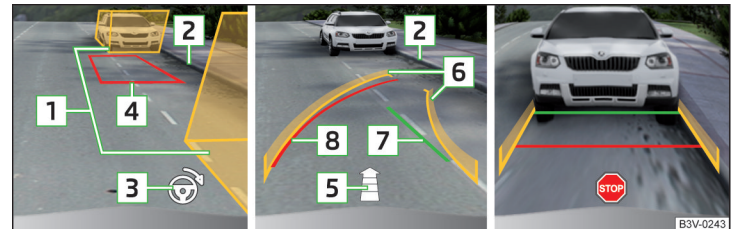

Abb. 268 Bildschirmanzeige
- Das Fahrzeug so anhalten, dass sich kein Hindernis in der Lücke zwischen den Hilfsboxen **1** » **Abb. 268** befindet und die hintere Box nicht über die seitliche Begrenzung der Parklücke (z. B. Bordstein) **2** hinausreicht.